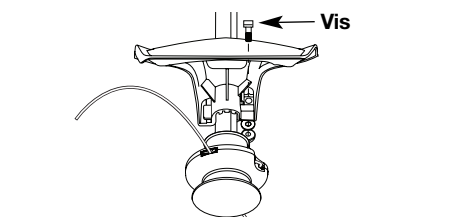

Fig. 3
- Mettez la rondelle sur le boulon, puis vissez l'écrou à oreilles et serrez. La figure 3 montre le processus d'installation vu d'en dessous de l'appareil.